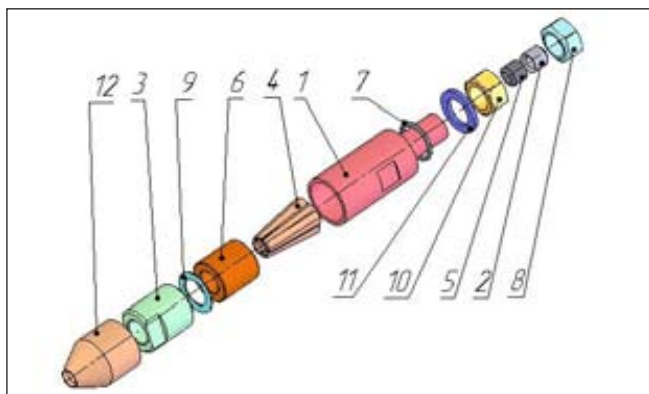

Рисунок 2. Узел ввода ОКГТ:
2.9 Устройство узла ввода ОКГТ и входящие в него детали представлены на рисунок 2.
2.11 Продольная герметизация стальной трубки грозотроса обеспечивается втулкой уплотнительной резиновой (поз.2, рисунок 2). Втулка уплотнительная имеет 6 исполнений: для герметизации одного центрального модуля с диаметрами от 2,0 до 11 мм, а также для герметизации двух или трех стальных модулей диаметром от 2,0 до 3,6 мм, находящихся во внутреннем повиве ОКГТ.